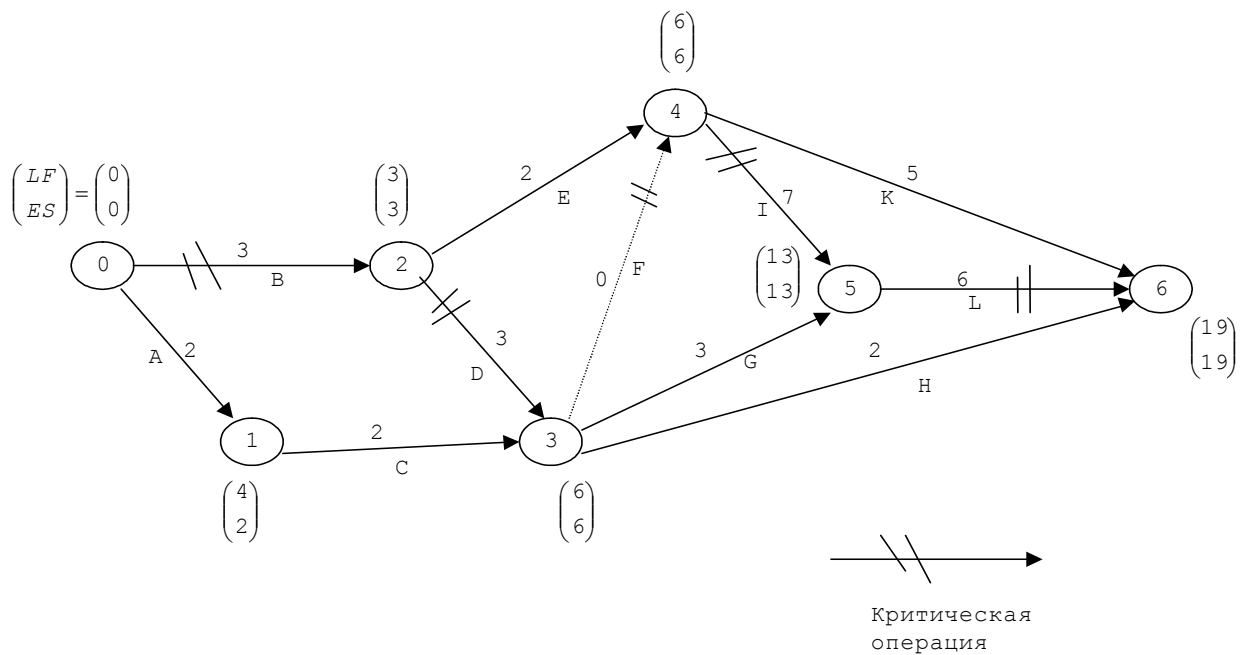

Рис. 2.8
На рис. 2.8 критический путь включает операции **{B, D, F, I, L}**. Критический путь определяет кратчайшую возможность всего проекта в целом. Заметим, что операции (2, 4), (3, 5), (3, 6) и (4, 6) удовлетворяют условиям (1) и (2), но не условию (3). Поэтому они не являются критическими. Отметим также, что критический путь представляет собой непрерывную цепочку операций, соединяющую исходное событие сети с завершающим.